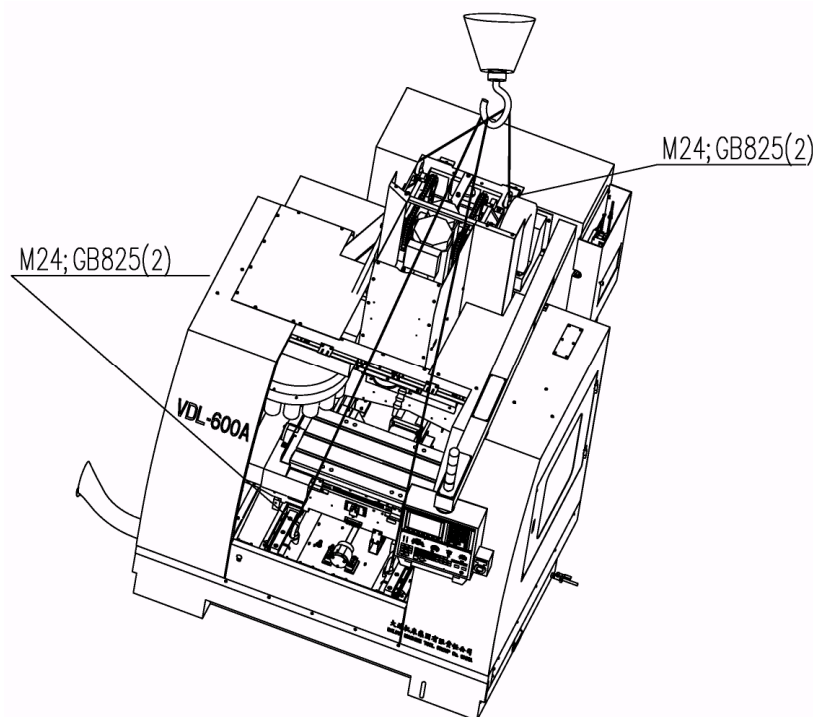

Рис. 3.2 Подъем станка
Фундамент следует закладывать вдали от источников вибрации, пыли и от каналов электропроводки. Фундамент должен иметь ровную, горизонтальную поверхность вровень с окружающим его полом. Размеры основного фундамента для станков VDL-600 и VDL-800 составляют в плане (1400 x 1800) мм, глубина должна быть не менее 500 мм (см. Рис. 3.2(а) и Рис. 3.2(б) План фундамента). В основной фундамент закладывается решётка, сваренная из арматурной стальной проволоки диаметром 10 – 12 мм, с размером по высоте 400 мм и размерами в плане (1200 x 1600) мм. Шаг сварки прутков арматуры в решётке в трёх направлениях равен 200 мм. Размеры периферийного фундамента для станка VDL-600 равняются (2600 x 3500) мм, для станка VDL-800 - (3175 x 3100) мм. Глубина периферийного фундамента равна не менее 160 мм. Марка заливаемого в фундамент бетона не ниже 200, цемент для бетона применяется не ниже марки 500. Для заливки семи анкерных колодцев с размерами (200 x 200 x 300) мм необходимо использовать быстро твердеющий безусадочный бетон. Внутренний
После этого станок устанавливается на фундамент так, чтобы отверстия в станине станка под регулировочные болты совпадали с центрами анкерных колодцев на фундаменте. Смотрите план фундамента и установка башмаков. Между станиной станка и поверхностью фундамента необходимо выдержать размер приблизительно 72 мм, указанный на Рис.3.2(в). Для этого станок ставится на четыре вспомогательных опоры высотой 72 мм, изготовленные из металла; которые устанавливаются между анкерными колодцами. Далее, используя уровень станочный 0,02/1000 мм и домкрат, выставить с помощью прокладок толщиной 0,5 мм и 1,0 мм станок в уровень 0,2/1000 мм, вкладывая их между станиной станка и вспомогательной опорой. При выполнении этой операции уровень должен стоять на столе станка в продольном и поперечном направлениях.
Согласно Рис.3.2(в) «установка башмаков» собрать на анкерных болтах башмаки, прижатые к регулировочным болтам гайками M20 для всех семи опор.
2. Протяните грузоподъемный канат через болт с проушиной (см. рис. 3.2).